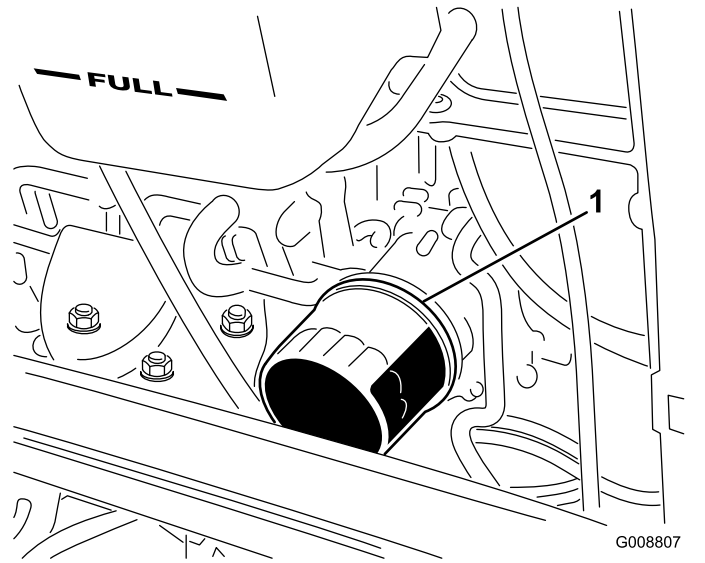

Figure 78
4. Déposez le filtre à huile (Figure 78).